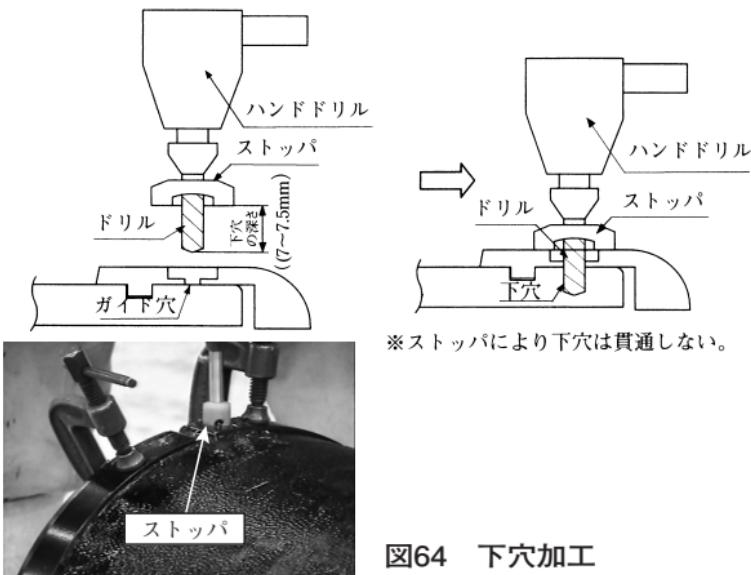

図64 下穴加工
- ④専用のストップ付ドリルの下穴の深さが7~7.5mmであることを確認し、切管用挿し口リングのガイド穴に合わせて、所定の深さの下穴を加工する（図64参照）。このとき、下穴は管の中心に向かってまっすぐ加工する。加工終了後は下穴から切屑を除去する。